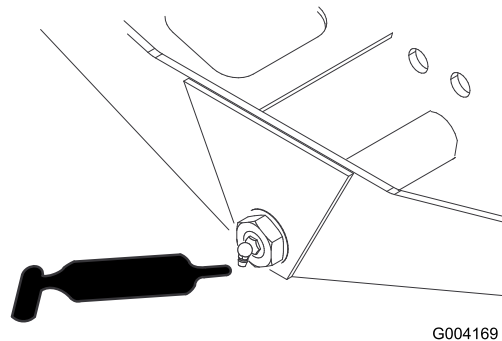

Figura 32
- Articulação do direção do eixo (1 cada) (Figura 32)